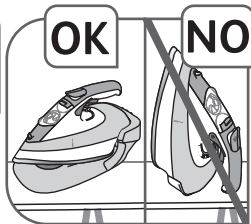

Fig. 13
- Ne tege le a vasalás közben a talpára a vasalót, mindig a lábazatra helyezze – **fig.13.**